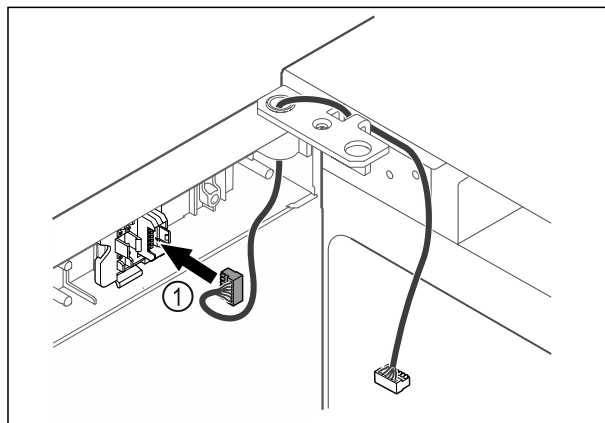

Fig. 37
- ▶ Вставьте штекер Fig. 37 (1) в держатель.